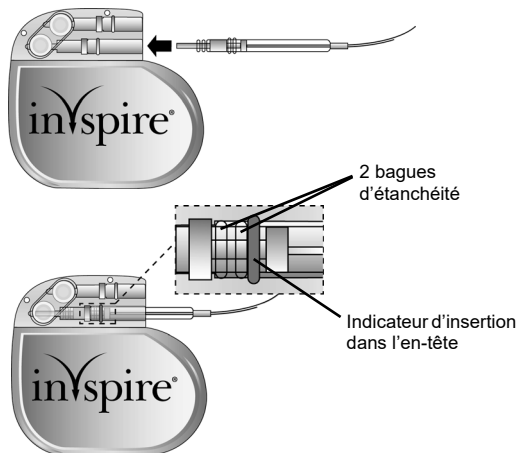

Figure 16. Insertion du connecteur de l'électrode de détection respiratoire dans le port de connexion du générateur identifié par SENSE
2. En saisissant l'électrode à environ 3 cm (1,2 po) de l'extrémité du connecteur, insérez le connecteur de l'électrode dans le port de connexion du générateur identifié par **SENSE** (Figure 16).